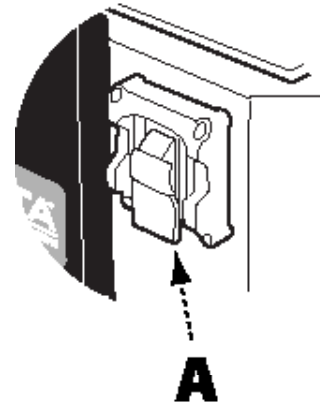

FIGURA 11
El interruptor de encendido/apagado (A) que se indica en la figura 11 se encuentra al frente del gabinete del canteador. Para encender la máquina, ponga el interruptor en la posición superior. Para apagar la máquina, ponga el interruptor en la posición inferior.